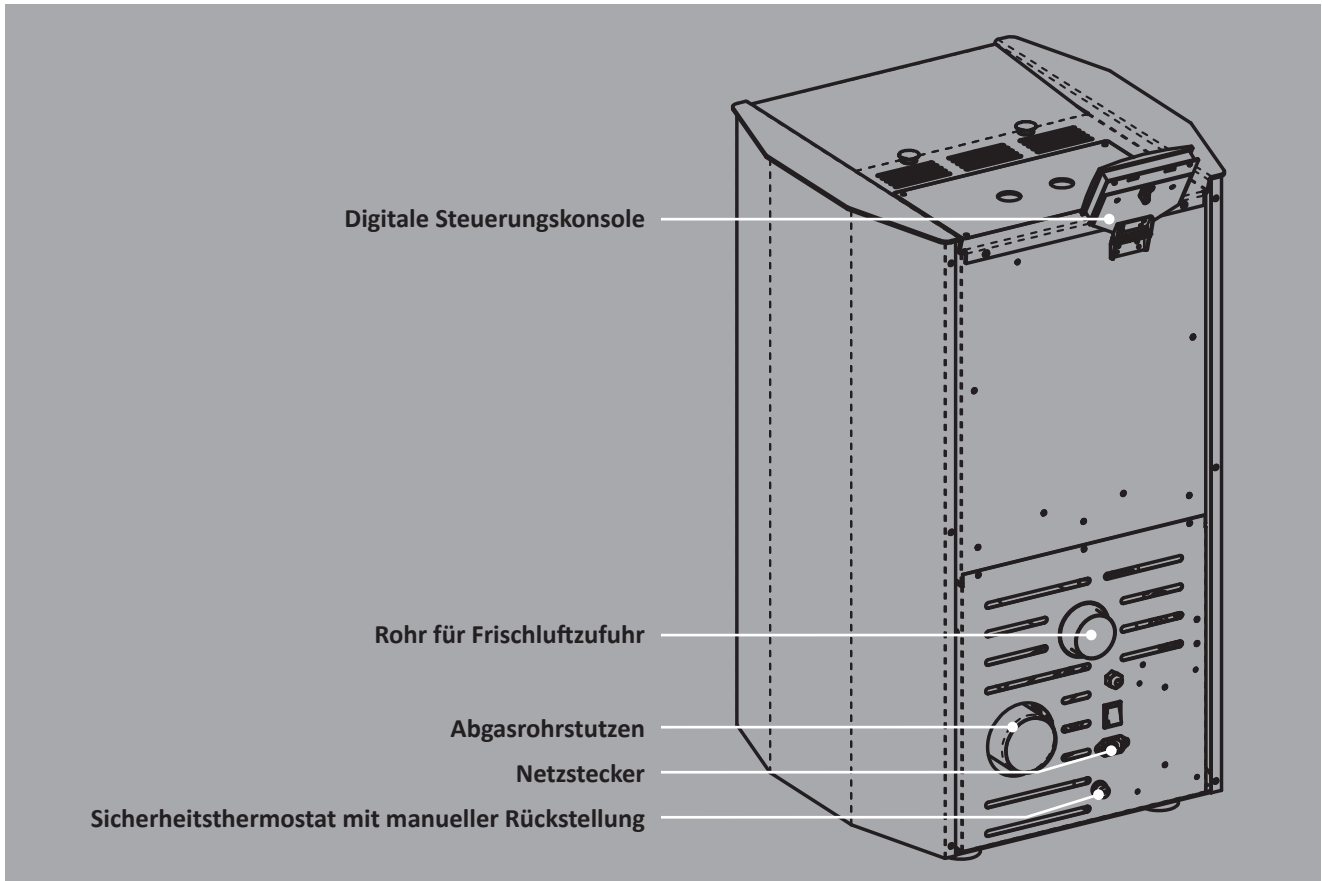
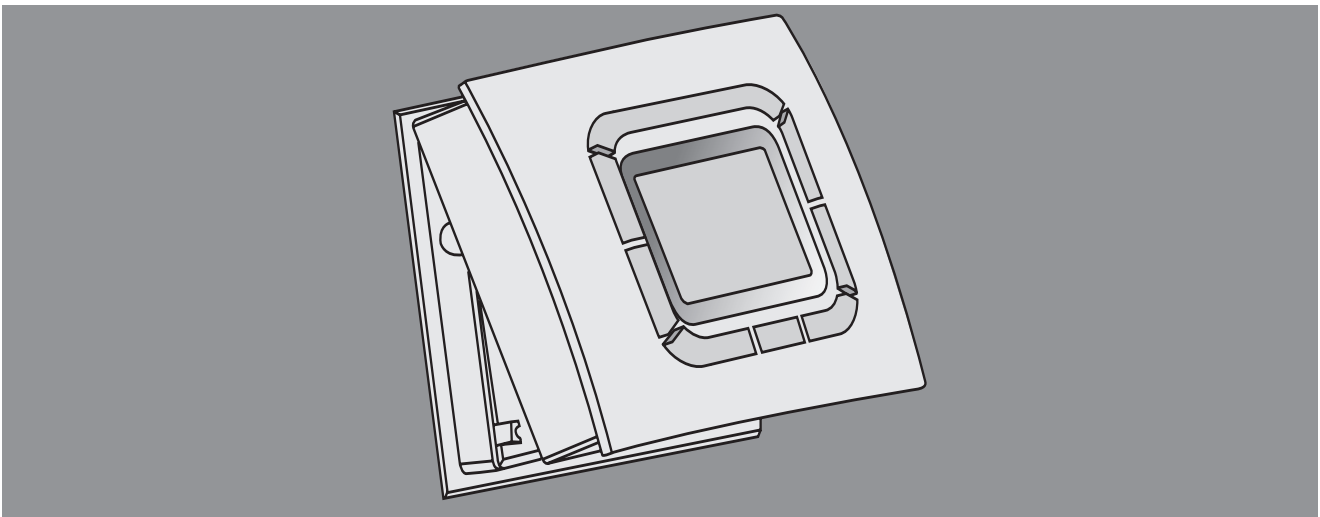

Abb. 1a: Geräteübersicht (Abbildung modellabhängig)
Abb. 2: Display-Montage
- ▶ Schalten Sie im Falle eines Schornsteinbrandes den Ofen sofort am Ein-/Aus-schalter (Hauptschalter, siehe Abb. 1a) ab und ziehen Sie den Netzstecker aus der Steckdose. Versuchen Sie auf keinen Fall den Brand selbst zu löschen. Schütten Sie niemals Wasser in einen brennenden Schornstein. Rufen Sie unverzüglich die Feuerwehr! Lassen Sie zur Identifizierung der Brandursache den Schornstein unbedingt von Ihrem Bezirksschornsteinfeger überprüfen, bevor Sie den Pellet-Heizofen wieder in Betrieb nehmen.
- ▶ Schalten Sie den Ofen sofort am Ein-/Aus-schalter (Hauptschalter, siehe Abb. 1a) ab, wenn aus irgendeinem Teil des Ofens oder des Abgasrohrs Rauch entweicht. Sorgen Sie für eine gute Raumbelüftung, indem Sie sämtliche Fenster öffnen. Lassen Sie den Ofen vollständig abkühlen, bevor Sie die Ursache der Rauchentwicklung ermitteln. Ziehen Sie, wenn nötig einen Fachmann hinzu. Starten Sie das Gerät nicht, bevor die Ursache der Rauchentwicklung geklärt und behoben wurde.
1. Schließen Sie einen dafür geeigneten hitzebeständigen Schlauch bzw. Luftkanal (\varnothing 60 mm, max. Länge 2,0 m) am Luftansaugrohrstutzen (siehe Abb. 1a) an der Geräterückseite an.
Schalten Sie das Gerät am Ein-/Ausschalter (siehe Abb. 1a) ab. Lösen Sie das Frontteil. Drücken Sie hierfür fest auf die mit „PUSH“ gekennzeichnete Keiltaste an der Display-Unterseite. Entnehmen Sie das Frontteil, indem Sie es nach oben klappen (siehe Abb. 2).
1. Vergewissern Sie sich, dass der Ein-/Ausschalter (Hauptschalter, siehe Abb. 1a) auf der Position 0 steht.
2. Schließen Sie das beiliegende Netzkabel zunächst am Gerät an. Die Anschlussbuchse für das Netzkabel befindet sich unterhalb des Hauptschalters auf der Geräterückseite (siehe Abb. 1a). Stecken Sie dann das Netzkabel in eine geerdete, durch einen FI-Schutzschalter abgesicherte Steckdose (230 V~50 Hz).
3. Bringen Sie nun den Ein-/Ausschalter (Hauptschalter, siehe Abb. 1a) auf Position I. Das Gerät ist nun betriebsbereit und das Display zeigt die folgenden Informationen: